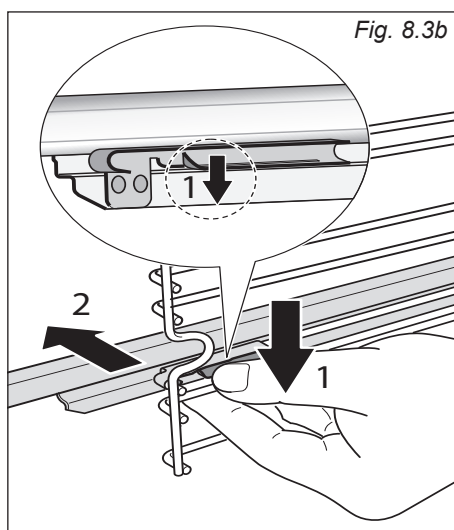

Fig. 8.3b
- Individuare le clips di aggancio delle slitte scorrevoli; sono quelle alette che sono agganciate ai rebbi dei telai laterali (freccia "1" di fig. 8.3b).
- Tirare le clips per sganciare il rebbo dei telai laterali (freccia "2" di fig. 8.3b).